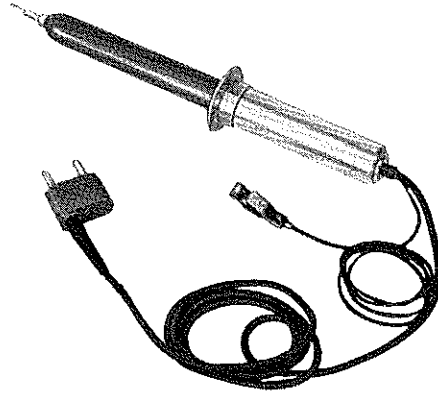

Fig. 1. Sonde de mesure HT, GM 6071
2. Sonde de mesure HT, type GM 6071, conçue pour la mesure de tensions continues avec un maximum de 30 kV. Fig. 1.